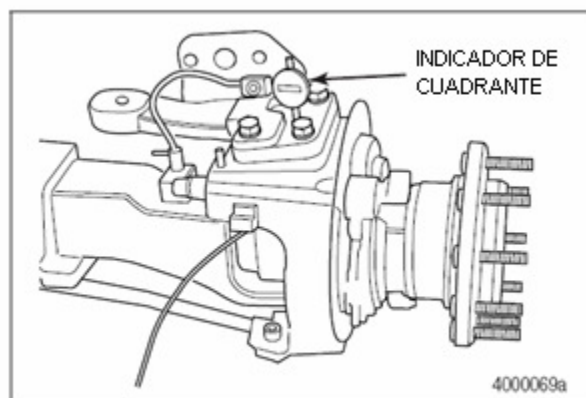

Figura 5.4
- D. Coloque un gato y un bloque de madera, con un orificio que permita el despeje para la grasera inferior, debajo del área inferior del tapón del perno maestro Figura 5.4
Para ejes de alta resistencia, la lectura debe ser de 0.005-0.015-pulgadas (0.127-0.381 mm) Figura 5.4